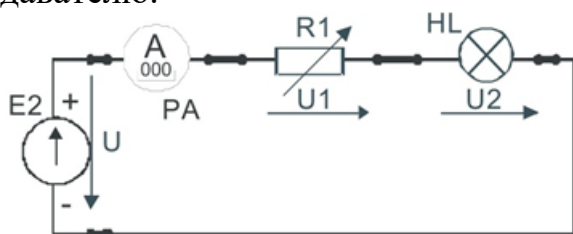

Рисунок 1. Электрическая цепь для снятия вольтамперных характеристик элементов цепи
2. Собрать электрическую цепь для снятия вольтамперных характеристик элементов цепи (рисунок 1) и предъявить её для проверки преподавателю. В качестве регулируемого источника постоянного напряжения использовать источник E1, выходное напряжение которого можно регулировать. В качестве резистора R1 использовать резистор R1 стенда. Предъявить схему для проверки преподавателю.